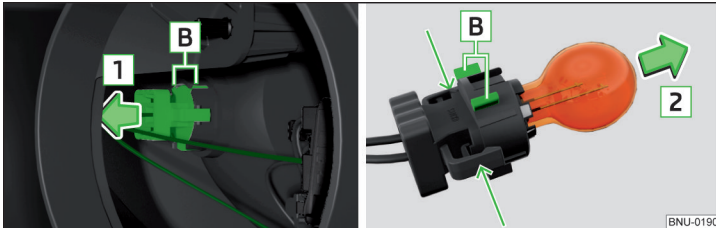

Abb. 349 Glühlampe für Blinklicht vorn wechseln
- › Die Fassung mit der Glühlampe mit Wackelbewegungen in Pfeilrichtung **1** » Abb. 349 herausziehen.